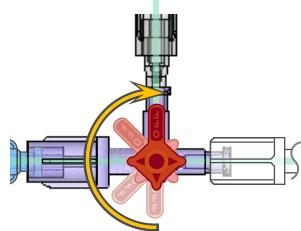

Figure 8 – Contournement du système (Économie en mode OFF)
- a. Pour contourner le système DyeVert Power XT (c.-à-d. sans déviation), positionner le robinet DyeVert Power XT sur OFF vers le *robinet de sélection de la valve* (voir Figure 8). Le système Power XT doit être contourné dans les cas suivants : le rinçage des cathéters à la solution saline ou l'administration de médicaments.